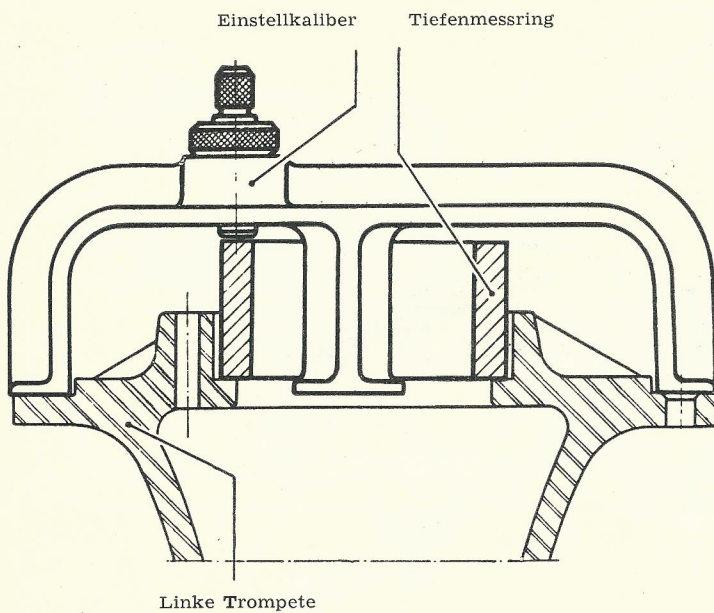

Bild 100
12. Mit dem Mikrometer (Bild 100) und der Tiefenmessvorrichtung wird die Differenz zwischen hinterer Kugellager-Auflagefläche und Trompetenpassfläche gemessen.